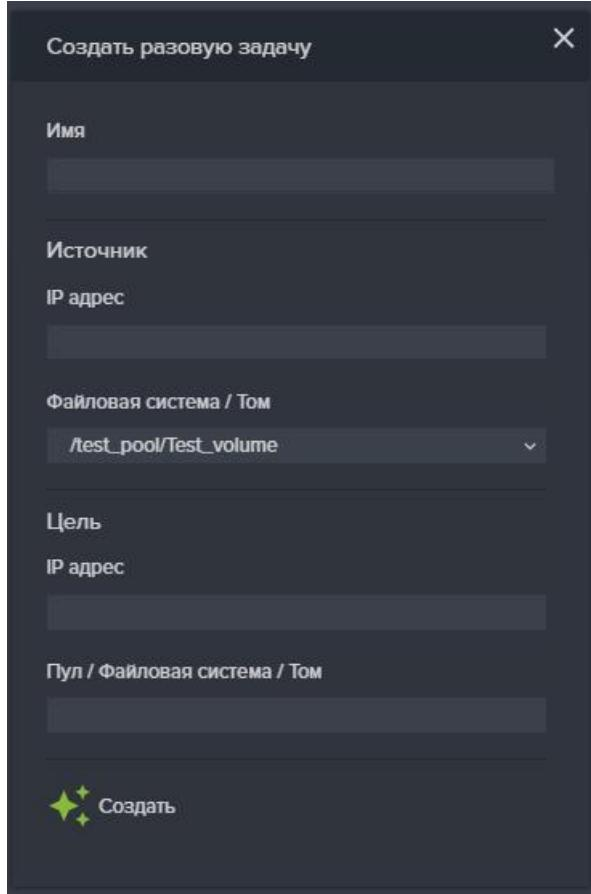

Рисунок 89 – Создание разовой задачи репликации
2. Нажмите на кнопку «Создать новую задачу» (см. Рисунок 89).